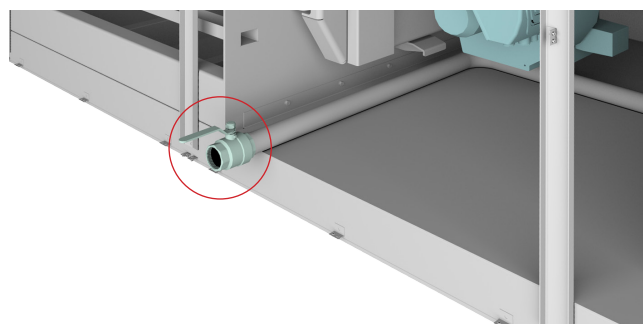

Рисунок 2. Запорный шаровой кран для подачи газа на установку
- Открыть запорный шаровой кран для подачи газа на установку (Рисунок 2).
3. Закрыть запорный газовый кран (Рисунок 2).